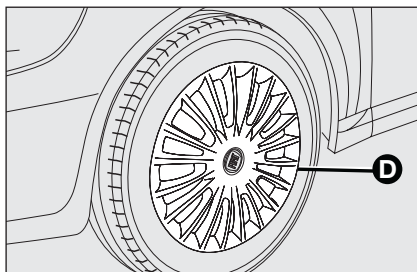

fig. 6
- Pour voitures dotées de jantes en acier, enlever l'enjoliveur **D-fig. 6** inséré sous pression;